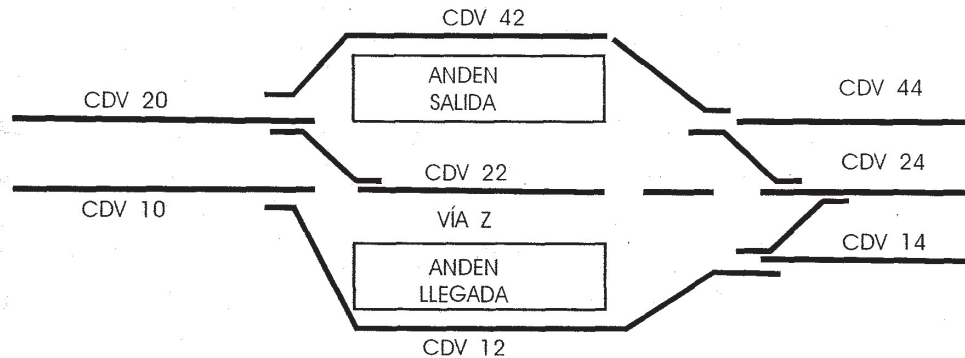

FIGURA 2
6.3 MANIOBRAS DE CAMBIO DE VIA EN TERMINAL (FIGURA 2)